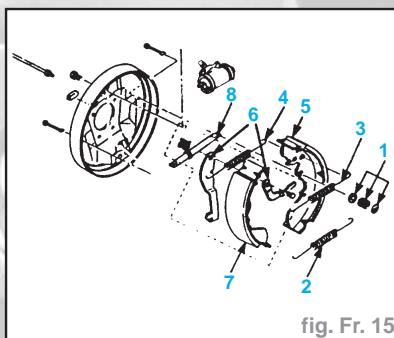

fig. Fr. 15
- Les mâchoires de frein (5) et (7), le réglage automatique (8), le ressort de rappel supérieur (5), utiliser des pinces pour ressorts de freins (fig. Fr. 15).
- Les ressorts de maintien et les coupelles (1), le ressort de rappel inférieur (2), la plaque de réglage automatique (6) et le ressort de tensionnement (3).